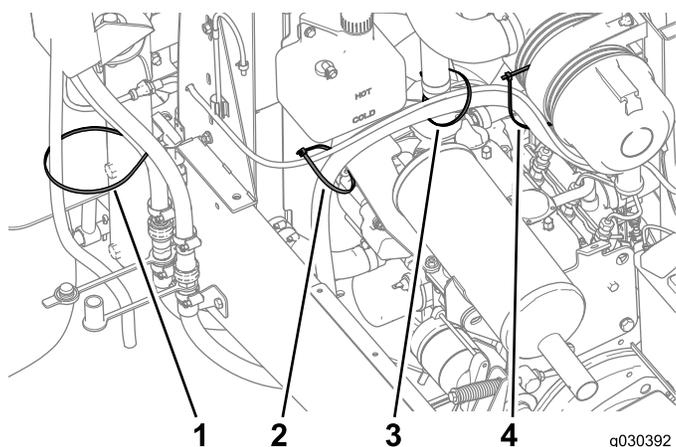
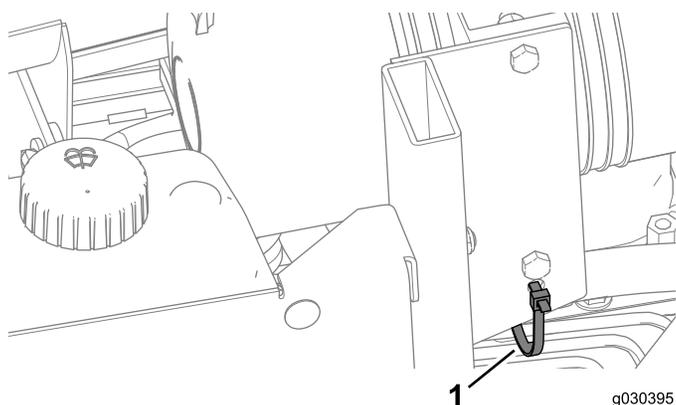

Figure 47
Figure 48
7. Attachez les flexibles en position avec des serre-câbles (Figure 47 et Figure 48).